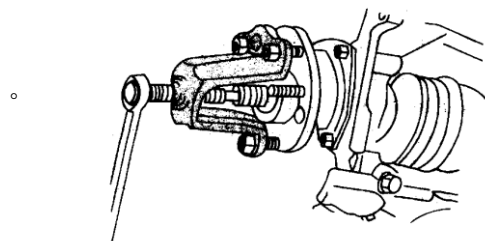

图 5.1-10 分离车轮轴承
- ③ 拆卸制动钳托架及制动钳拆下制动钳体，并将制动钳固定在车身上，使得制动管路不会因为的制动钳重量而弯曲甚至被损坏拆卸制动盘。
- ④ 拆卸传动轴螺母。
- ⑤ 如图 5.1-10 所示，用三颗车轮螺母将轮毂芯轴拆卸工具连接到车轮轴承 / 轮毂上分离传动轴与车轮轴承。